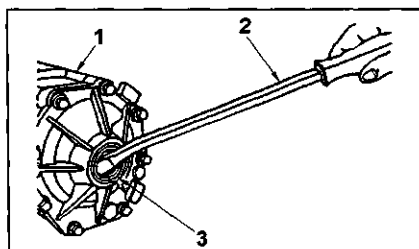

图 7-3-8 差速器内半轴油封的拆卸
5. 用合适的撬棍拆下油封, 见图 7-3-8, 确保不损坏座圈。